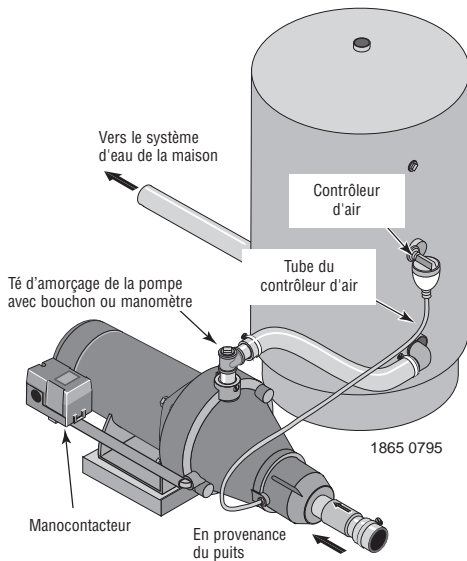

Figure 5 : Branchements sur un réservoir standard
BRANCHEMENT SUR UN RÉSERVOIR STANDARD (Figure 5)
- 1 ° Poser un té dans l'orifice de refoulement de la pompe (voir la Figure 5).
- 3 ° Déposer le bouchon fileté de 1/8 de pouce NPT de l'orifice du contrôleur d'air de la pompe (voir la Figure 5). Poser un tube entre l'orifice du contrôleur d'air (voir la Figure 5) de la pompe et l'orifice du contrôleur d'air monté sur le réservoir. Pour plus de détails, se reporter aux instructions fournies avec le réservoir et le contrôleur d'air. L'emplacement de l'orifice du contrôleur d'air variera en fonction du modèle de pompe (se reporter aux vues éclatées, page 22).